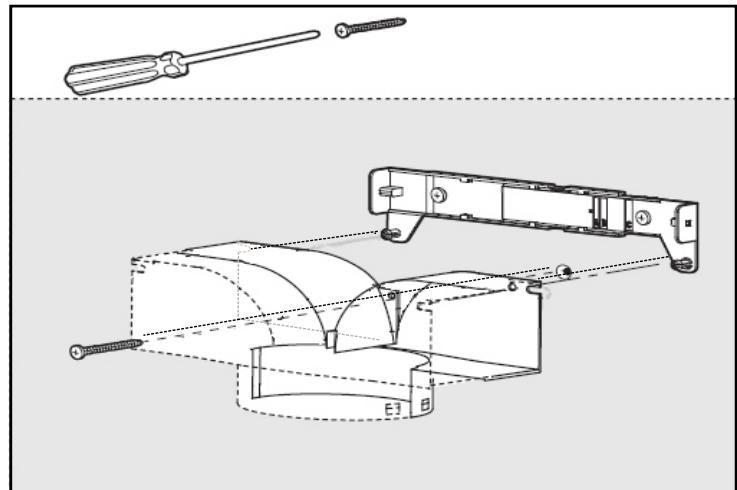

Fig.7
- Fijar en la pared la derivación de plástico, justo por debajo del soporte del telescopio decorativo (**Fig.7**). Los dos “pins” de posición del soporte, deben encajar con los agujeros de la derivación de plástico.